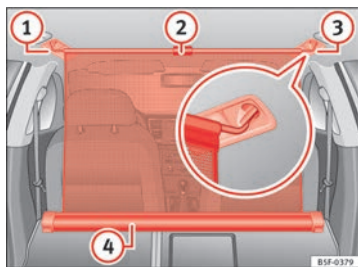

Fig. 103 En el maletero: red de separación enganchada con los respaldos del asiento trasero abatidos.
- Tire hacia arriba de la lengüeta ⇒ fig. 103 ② para sacar la red de la carcasa ⇒ fig. 103 ④.
- Enganche la red de separación en el lado derecho ⇒ fig. 103 ③ (imagen ampliada).
- Enganche la red de separación en el alojamiento del lado izquierdo ⇒ fig. 103 ① estirando la barra.
La red de separación está correctamente montada cuando los extremos en forma de T están enganchados firmemente en los alojamientos correspondientes ⇒ fig. 103 ③ y ①.
- Enrolle la red en la carcasa ⇒ fig. 103 ④ bajándola con la mano.